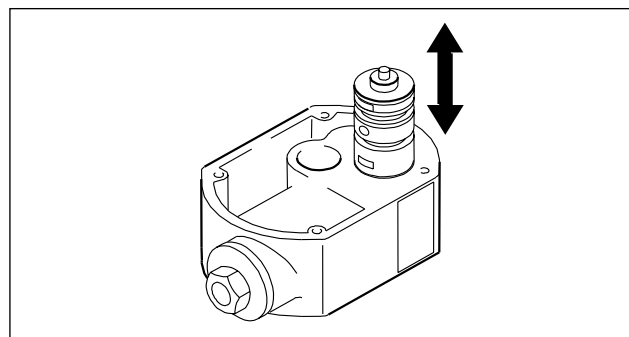

Рис. 16: Монтаж внутреннего распределительного клапана
- Распределительный клапан меняется в качестве полного блока (рис. 16).